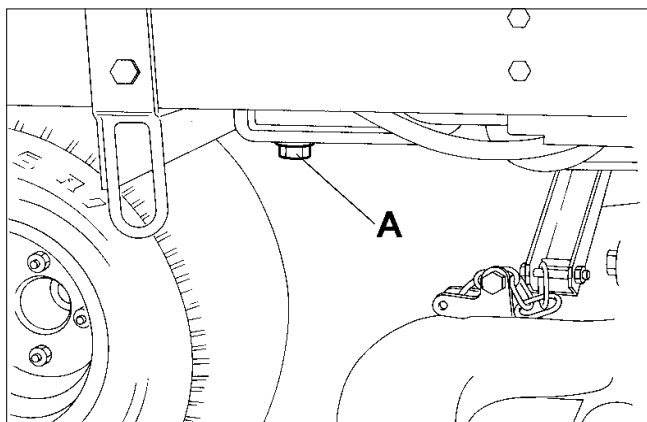

Fig.24
- After first warming up the engine remove the drain plug (A Fig.24) and drain all the oil from the crankcase sump.
- Dopo aver riscaldato il motore, togliere il tappo di scarico (A Fig. 24) e svuotare la coppa del basamento di tutto l'olio presente.